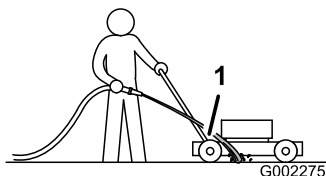

Bild 23
3. Halten Sie den Wasserschlauch auf Holmhöhe und richten Sie den Wasserstrahl unmittelbar vor dem rechten Hinterrad auf den Boden (Bild 23).